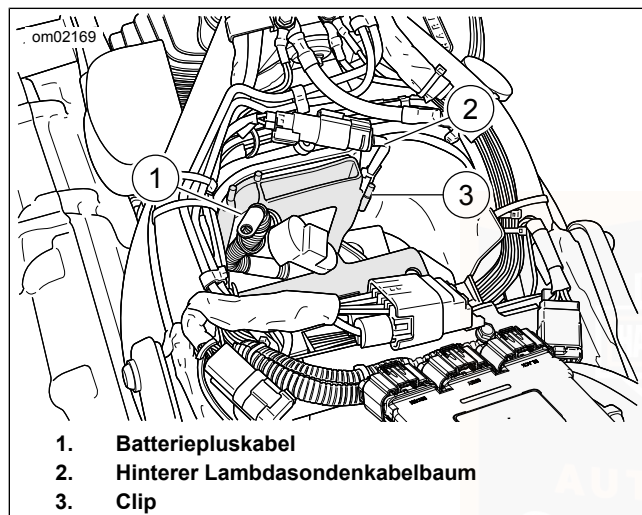

Abbildung 72. Kabelverlegung am Batteriehalter
2. Siehe Abbildung 72. Das Batteriepluskabel (1) in den Clip des Halters einbauen. Das Batteriepluskabel am Anlasserende des Kabels S-förmig verlegen. Dadurch wird der Kontakt für den Batterieeinbau in die richtige Position gebracht.
3. Den hinteren Lambdasondenkabelbaum (2) durch den Clip (3) führen.